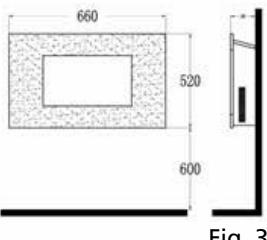

Fig. 3
- Der anbefales en højde på 600 mm fra bunden af varmelegemet til gulvet for optimal visning af brændstoflejet (Se fig. 3 for anbefalede monteringsmål).